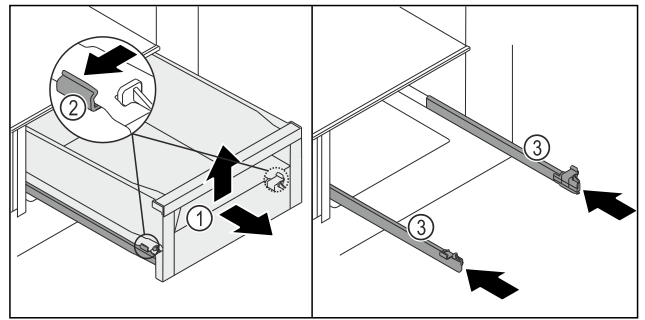

Fig. 100
- ▶ Schubfach Fig. 100 (1) bis zum Anschlag herausziehen.
- ▶ Klemme Fig. 100 (2) links und rechts an den Schienen gleichzeitig leicht nach außen drücken.
- ▷ Schubfach Fig. 100 (1) löst sich von den Schienen.
- ▶ Schubfach Fig. 100 (1) vorne hochheben.
- ▶ Schubfach Fig. 100 (1) nach vorne entnehmen.
- ▶ Schienen Fig. 100 (3) einschieben.